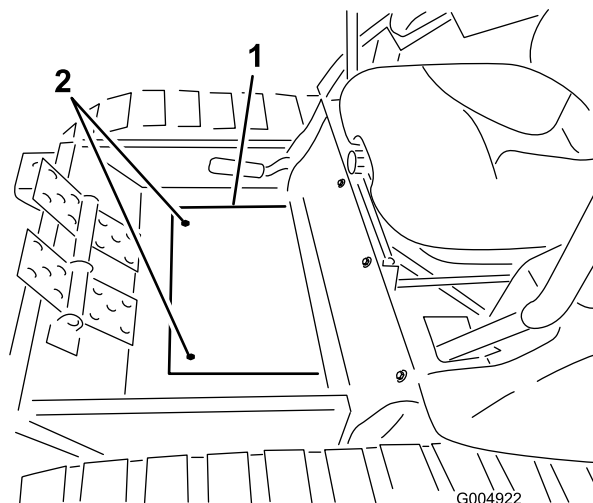

図 104
26. 冬フレームのフロアプレートカバーをフロアに固定しているねじ2本を外して、プレートを外す 図 104。